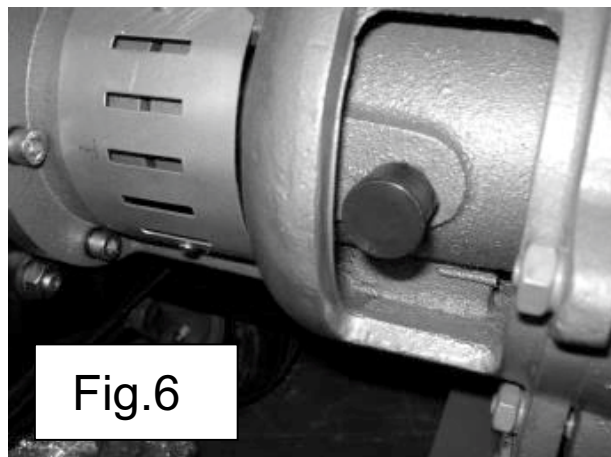

Fig.6
5. Unele modele sunt prevăzute cu gresor cu pâlnie pentru ungerea rulmenților cu vaselină. Capacul gresorului trebuie umplut cu vaselină și apoi trebuie înșurubat pentru a pompa vaselina la rulmenți (Fig.6) .